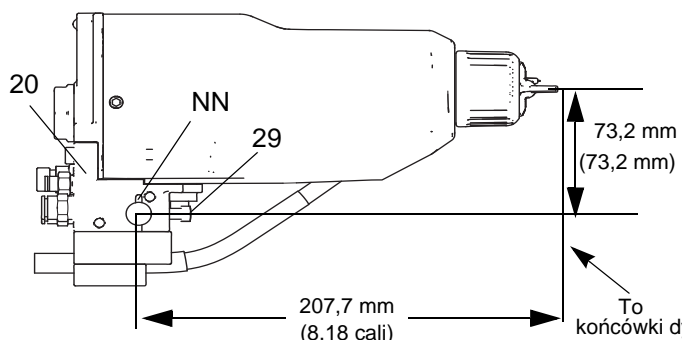

Fig. 4. Wspornik montażowy
1. Odkręcić dwa zestawy śrub rozdzielacza (29) i nasunąć rozdzielacz (20) na pręt mocujący 13 mm (1/2 cala).
UWAGA: Aby dodatkowo zapewnić poprawność konfiguracji, należy włożyć przez otwór w pręcie sworzni pozycjonujący 3 mm (1/8 cala) do otworu (NN) we wsporniku. Szczegóły przedstawiono na FIGURE 4.